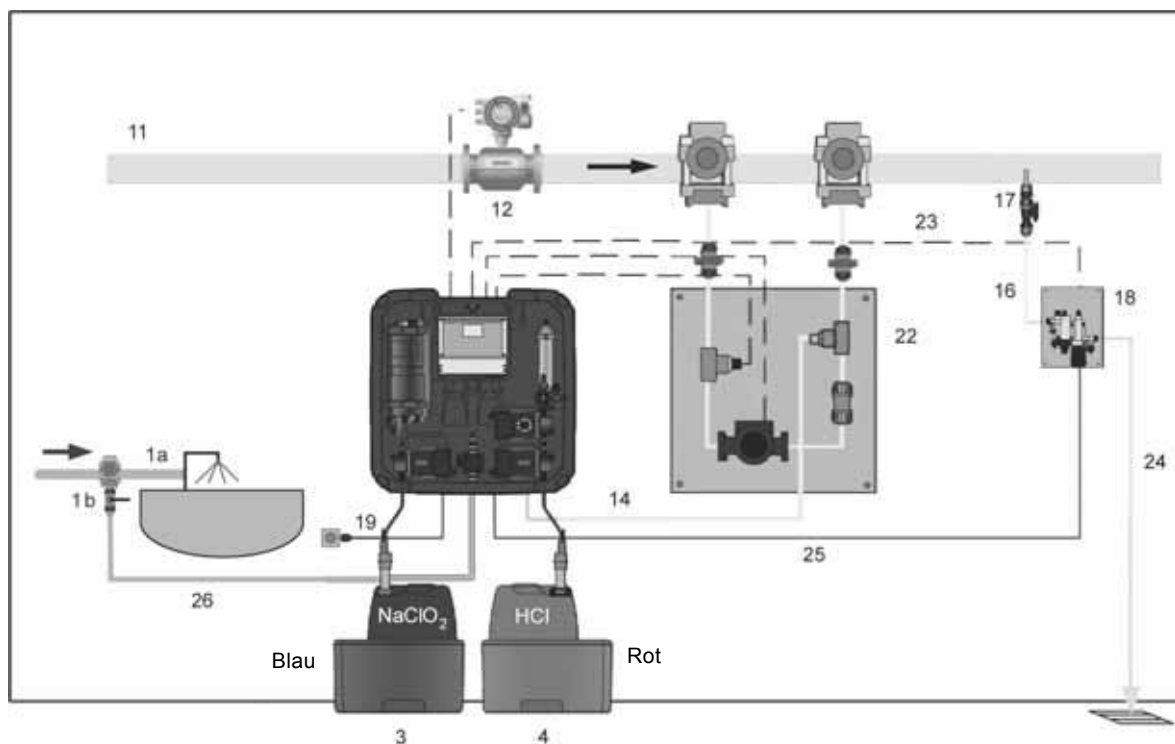

Abb. 14 Montageskizze der Oxiperm Pro (hier OCD-162-5) mit Messzelle und Mischmodul
• Gerät an der Wand oder am Boden anbringen. Siehe Montageskizze (Abb. 14).